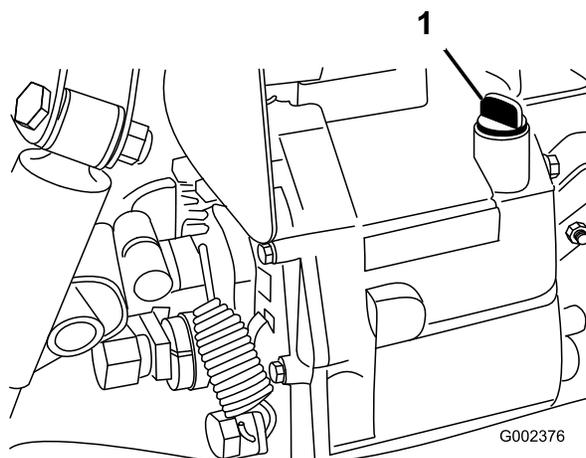

図 18
2. ディップスティック取り付け部の周辺をきれいにぬぐう(図 18)。